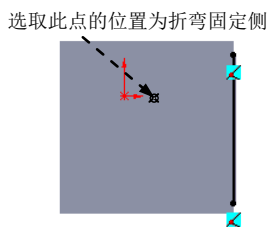

图 17.11.29 固定侧的位置
- (4) 定义绘制的折弯参数。定义图 17.11.29 所示的固定侧；在 **折弯位置** 选项卡中单击选中“材料在外”按钮 ，并在  文本框中输入值 90。
- (5) 单击  按钮，完成绘制的折弯 1 的创建。